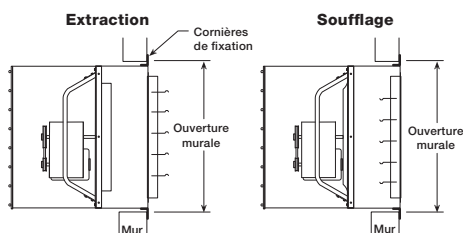

Figure 3 — Pose du caisson mural
- Attacher quatre (4) cornières de fixation au caisson et à l'ossature du mur. Voir la Figure 3.